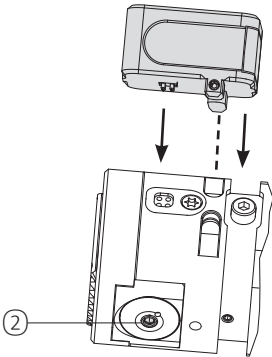
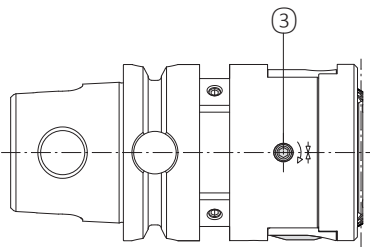

Bild 1
Bild 3
Bei der Durchmessererstellung ist folgende Reihenfolge zu beachten (Bild 1, 2, 3):
2. Anzeigegerät in die Werkzeugseitig eingebrachten Haltenuten einklippen (Lageorientierung entsprechend der Kontaktstellen, Bild 1)
3. Durch Betätigung des Tasters "ON/Reset" (1) Digitalanzeige einschalten. Beim Einschalten erscheint auf dem Display der zuletzt angezeigte Maßwert. Automatische Abschaltung 30 Sekunden nach Beendigung des Stellvorganges. Max. Einschaltdauer 120 Sekunden.
4. Klemmschraube (3) (Bild 3) lösen.
5. Verstellen des Ausdrehbereichs über Verstellerschraube (2) (Bild 1, 2) mittels Sechskantschlüssel SW 2,5 und gleichzeitigem Ablesen am Display. Angezeigt wird der tatsächlich verstellte Wert im Durchmesser am Schieber bzw. an der Schneide. Dabei ist zu beachten: ohne Vorzeichen = Durchmesser vergrößern, Minus-Vorzeichen (-) = Durchmesser verkleinern.
6. Klemmschraube (3) (Bild 3) anziehen (Anziehdrehmoment 3 Nm)
- Bei eingeschalteter Anzeige kann diese durch nochmaliges Betätigen des Tasters "ON/Reset" (1) auf "0" zurückgesetzt werden.